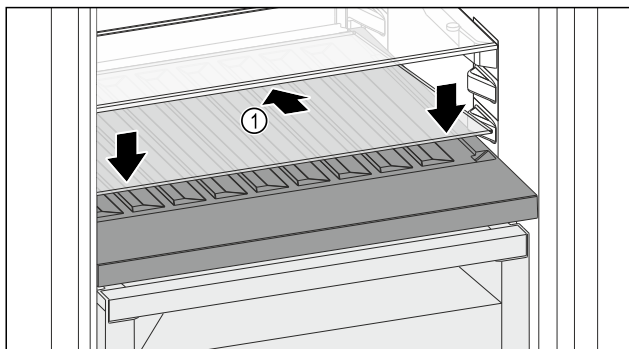

Fig. 194
- Skleněnou desku Fig. 194 (1) zasuňte šikmo a skloněnou dozadu dolů.
- Skleněnou desku Fig. 194 (1) vpředu spus'tte dolů.